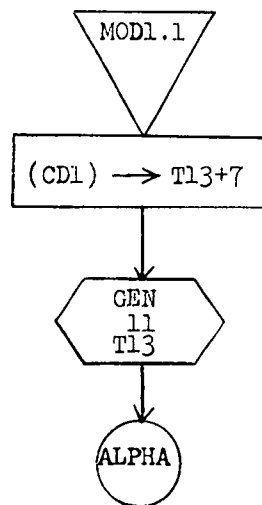

Figure 7.28 MODULE 1.1
7.3.7.3.1.1 MODULE 1.1 (Figure 7.28)